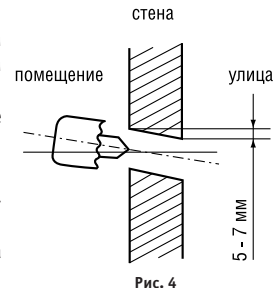

Рис. 4
1. Расположите монтажную пластину горизонтально (рис. 3) на стене в том месте, где будет крепиться внутренний блок кондиционера. Соблюдайте указанные расстояния (рис. 4).